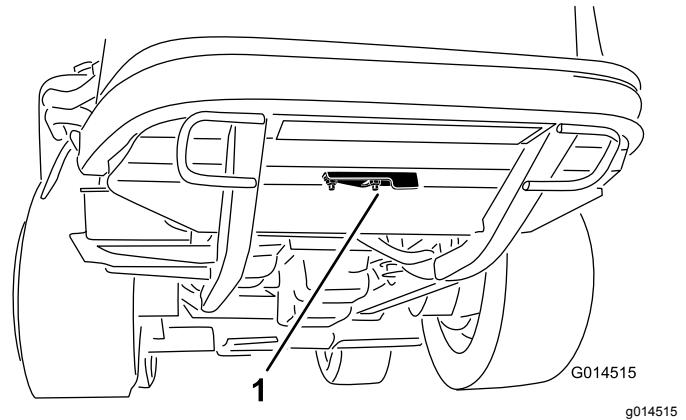

Bild 42
2. Lockern Sie die Bundmutter, mit der die Ablassabdeckung an der Unterseite des Hinterrahmens befestigt (Bild 42). Drehen Sie die Abdeckung zur Seite, um das Ablassloch im Rahmen freizulegen.